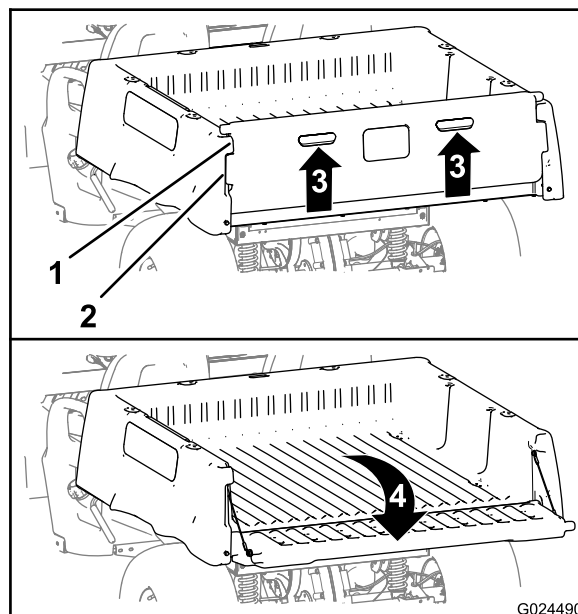

Figura 14
2. Eleve nos locais indicados no painel traseiro da porta traseira (Figura 14).
3. Alinhe as flanges de bloqueio da porta traseira com as aberturas entre as flanges da porta traseira da plataforma de carga (Figura 14).
4. Rode a porta traseira para cima e para baixo (Figura 14).
6. Rode a porta traseira para cima e para a frente até as flanges de bloqueio estarem justas ao espaço da porta na plataforma de carga (Figura 14).
7. Desça a porta traseira até ficar assente na parte de trás da plataforma de carga (Figura 14).